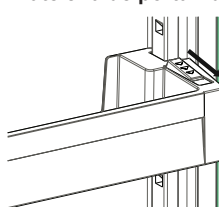

Fig. 1
**Para alterar a disposição da Adapti-Lift;** segure na parte de baixo da prateleira e puxe os botões na lateral da prateleira de porta na direção da seta (Fig. 1)